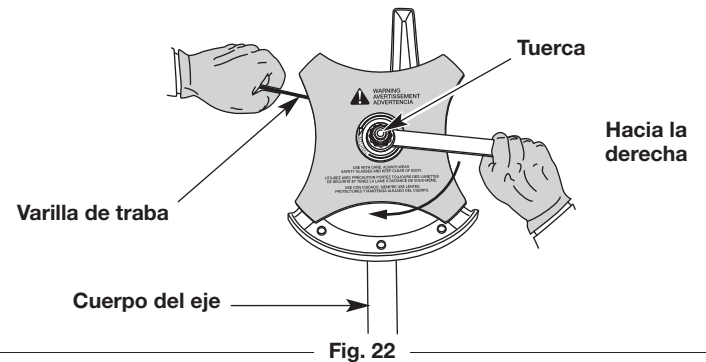

Fig. 22
2. Mientras sostiene la varilla de seguridad en su lugar, afloje la tuerca girándola en sentido horario con una llave de cubo o cerrada de 13 mm (Fig. 22).